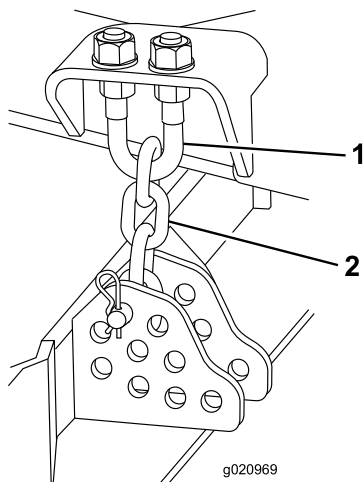

Bild 110
1. Lockern Sie die Klemmmuttern an der Ober- oder Unterseite des U-Bügels an der Schnitthöhenkette (Bild 110).